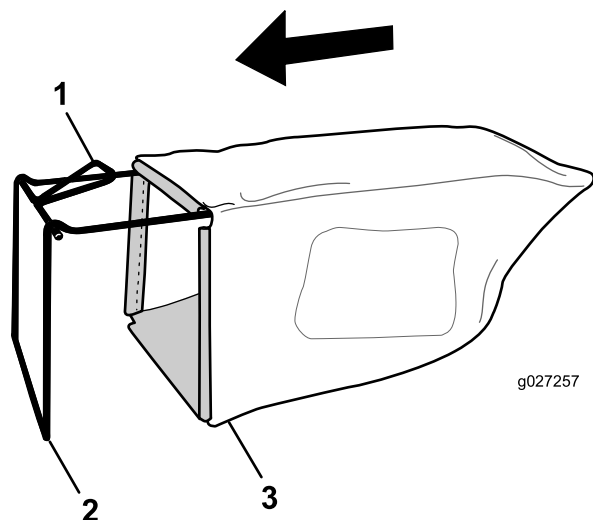

Рисунок 7
1. Установите мешок для сбора травы на раму, как показано на Рисунок 7.
Примечание: Не надевайте травосборник на ручку (Рисунок 7).